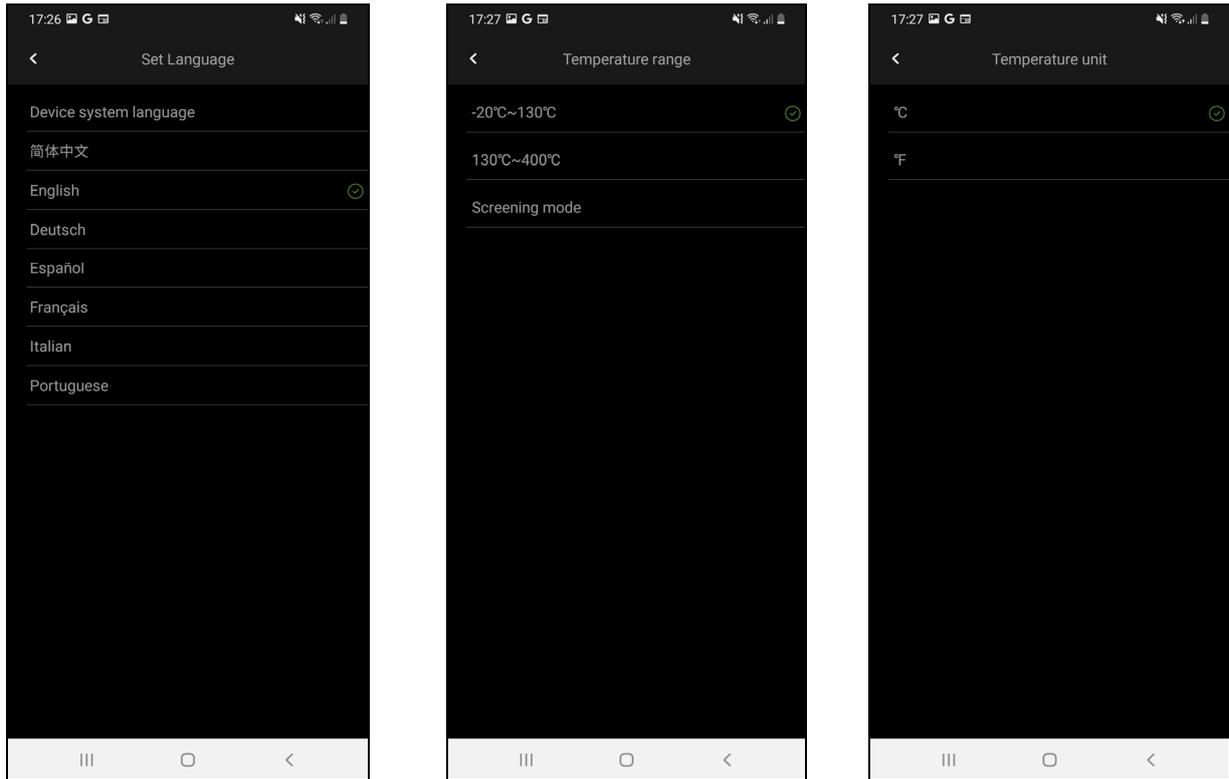

Fig. 5: Visualización sección Configuración general
- **Set Language** → permite la selección del idioma de la aplicación entre los disponibles. La opción “Idioma de sistema disponible” permite la selección automática del idioma de sistema del dispositivo móvil (ver la Fig. 5 – parte izquierda)
- **Temperature Unit** → permite la selección de la unidad de medida de la temperatura entre las opciones: $^{\circ}\text{C}$ y $^{\circ}\text{F}$ (ver Fig. 5 – parte derecha)